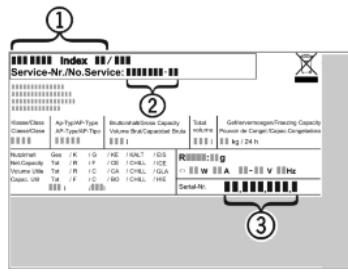

Fig. 15
- Očitajte naziv uređaja Fig. 15 (1), servisni broj Fig. 15 (2) i serijski broj Fig. 15 (3) s tipske pločice. Tipska pločica nalazi se na lijevoj unutarnjoj strani uređaja.
- Obavijestite službu za kupce i javite im kvar, naziv uređaja Fig. 15 (1), servisni broj Fig. 15 (2) i serijski broj Fig. 15 (3).